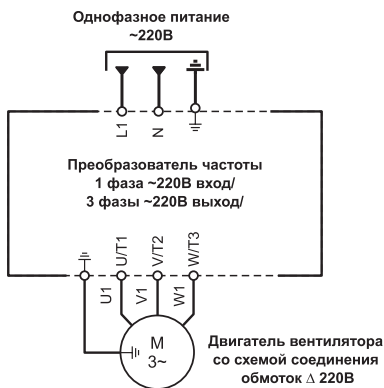

Рисунок 3
11.3 Допускается вентиляторы с двигателями на номинальное напряжение Д/У 220/380В подключать к однофазной сети с переменным напряжением 220В только через однофазный преобразователь частоты с выходом три фазы по 220В переменного тока, предварительно переключив схему соединения обмоток двигателя в треугольник  $\Delta$  220В (см. рисунок 3), в противном случае двигатель может выйти из строя.